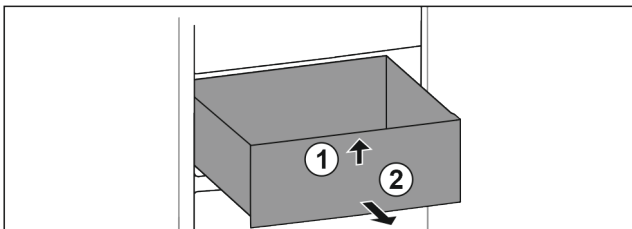

Fig. 64
- ▶ Lade aan de voorkant optillen. Fig. 64 (1)
- ▶ Lade naar voren toe verwijderen. Fig. 64 (2)